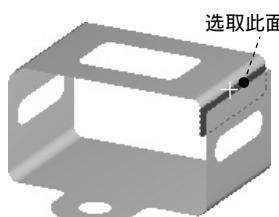

图 7.6.53 选取接触面参考
(1) 选择命令。在“Outline”窗口中选中  并右击，在弹出的快捷菜单中选择 **Insert** →  **Manual Contact Region** 命令，弹出定义接触参数对话框。
(2) 定义接触面。选取图 7.6.53 所示的面为接触面参考，单击 **Contact** 文本框后的  按钮，然后在定义接触参数对话框中的 **Contact Shell Face** 下拉列表中选择 **Top** 选项，完成接触面定义。